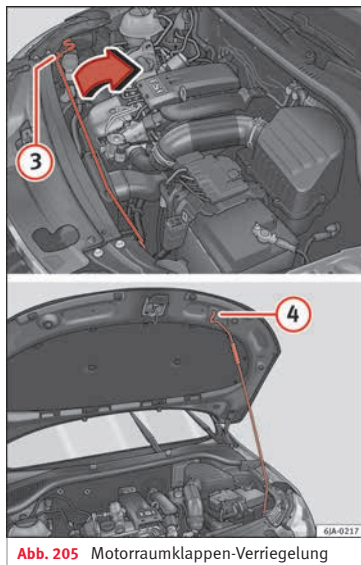

Abb. 205 Motorraumklappen-Verriegelung
- Nehmen Sie die Klappenstütze **3** » Abb. 205 in Pfeilrichtung aus der Halterung und sichern Sie die geöffnete Motorraumklappe, indem Sie das Ende der Stütze in die dafür vorgesehene Öffnung **4** einsetzen.